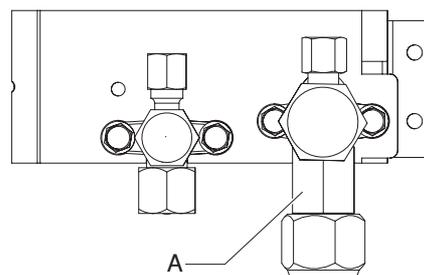

Fig. 7-7
- Lors de la dépose ou du serrage de l'écrou flare du tube gaz, utilisez conjointement 2 clés à molette : la première au niveau de l'écrou flare du tube gaz et la seconde au niveau de la pièce A (Fig. 7-7)